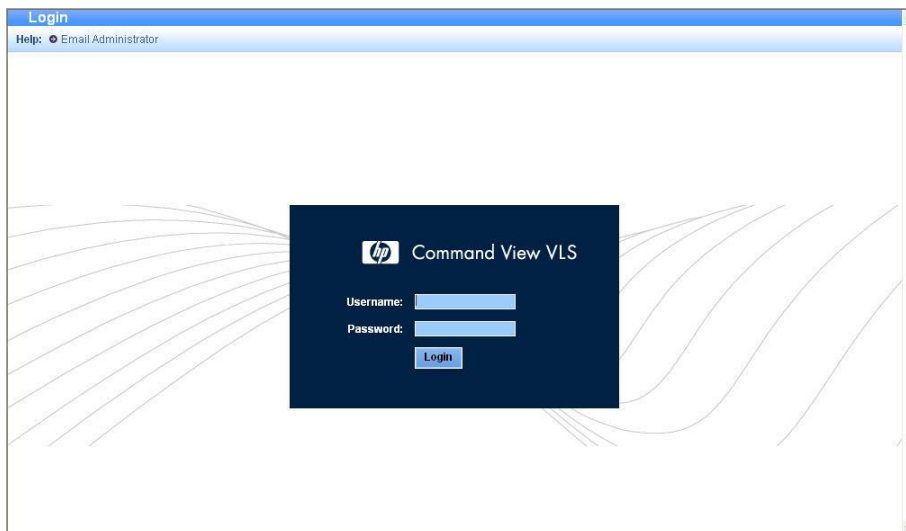

図 16. Command View VLSログイン ウィンドウ
4. administratorまたはuserを[Username]入力ボックスに入力します (図 16)。ユーザー名では大文字と小文字が区別されます。
5. 入力したユーザー名に対応したパスワードを[Password]入力ボックスに入力します (図 16)。
4. administratorまたはuserを**[Username]**入力ボックスに入力します (図 16)。ユーザー名では大文字と小文字が区別されます。
5. 入力したユーザー名に対応したパスワードを**[Password]**入力ボックスに入力します (図 16)。